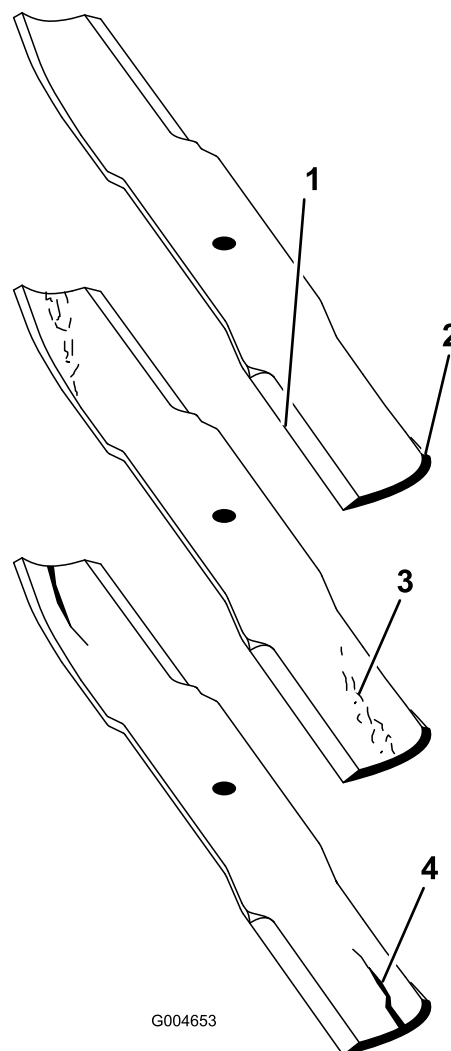

Figure 115
2. Examinez attentivement les tranchants de la lame, particulièrement au point de rencontre des parties plane et de l'ailette (Figure 115).
Remarque: Le sable et les matières abrasives peuvent éroder le métal à cet endroit, c'est pourquoi il est important de contrôler l'état de la lame avant d'utiliser la tondeuse. Remplacez la lame si elle vous semble usée (Figure 115).